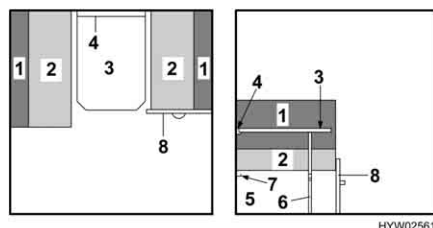

Fig. 37 Prima della trasformazione
- Sistemare i cuscini del divano (Fig. 37,2).
- Sollevare leggermente il piano del tavolo in avanti (Fig. 37,3).
- Alzare il piano del tavolo (Fig. 37,3) di circa 45°, sollevarlo dalla guida di supporto superiore (Fig. 37,4) e mantenerlo ad un angolo di 45°.